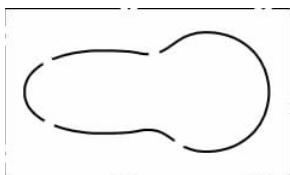

图 5-80 计算机修正方式
(1) “电脑”方式:由计算机直接计算修正后的刀具路径,刀具中心往指定方向移动一个修正量(一般为刀具的半径),NC 程序中的刀具移动轨迹坐标是加入了修正量的坐标值,如图 5-80 所示。